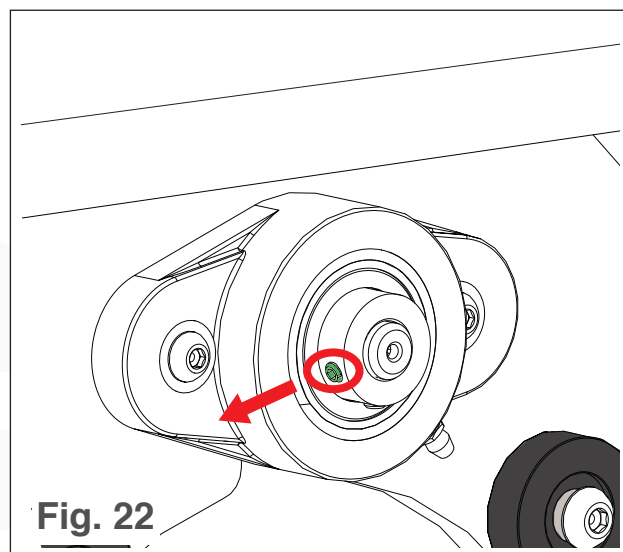

Fig. 22
1. Retirez les vis de réglage sur les deux brides de roulement de brosse (Voir Fig. 22).